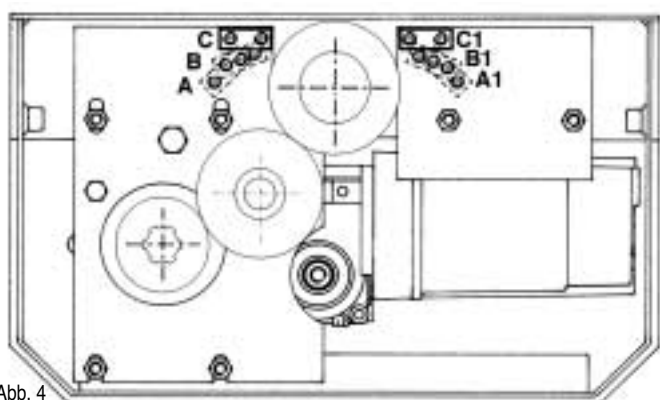

Abb. 4
**MAGIC Version 180°** (Abb. 4): Bei koaxialer Position von Motorabtriebswelle und Flügelscharnieren beträgt die max. Flügelöffnung 180°, 150° dagegen bei versetztem Einbau (bis zu 4,5 cm) von Welle und Scharnierachse.